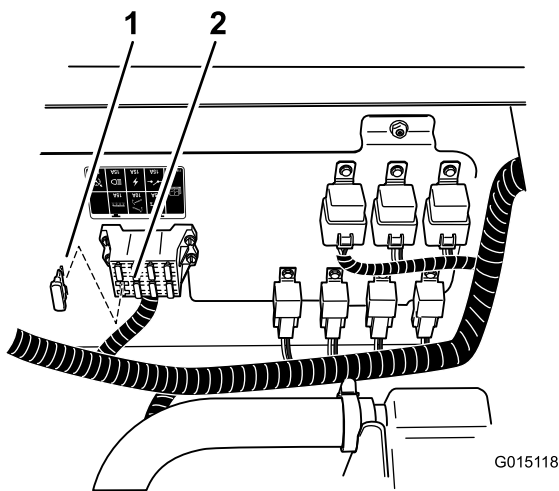

図 29
- 6. ヒューズブロックに10 A ヒューズを取り付ける図 29。